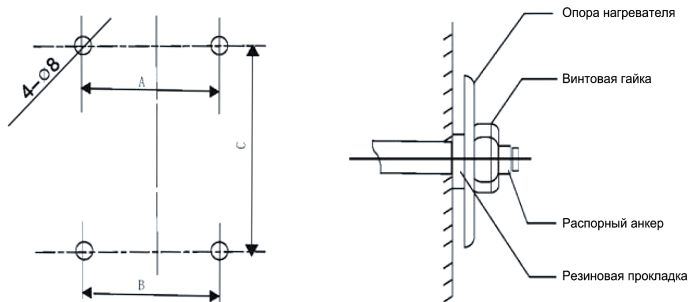

Рис. 5
- Произведите разметку отверстий на стене как показано на рис. 5. Затем просверлите 4 отверстия \varnothing 8 мм. забейте в них по одному распорному анкеру \varnothing 6 мм (размеры следует подбирать в соответствии с таблицей монтажных размеров).